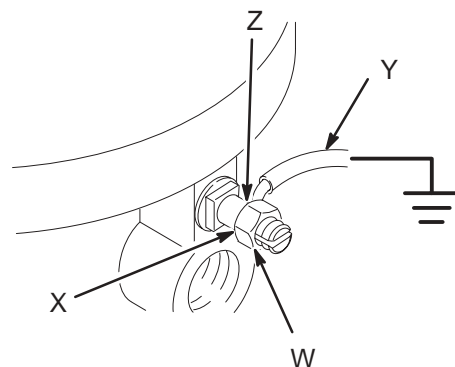

Fig. 1
- *Pumpe:* Bruk en jordledning og en klemme. Se Fig. 1. Løsne låsemutteren på jordingstappen (W) og skiven (X). Stikk den ene enden av en jordledning (Y), som er minst 1,5mm2, inn i slissen i tappen (Z) og trekk mutteren godt til. Koble ledningens andre ende til en god jordforbindelse. Oppgi del nr. 237–569 ved bestilling av jordledning og klemme.